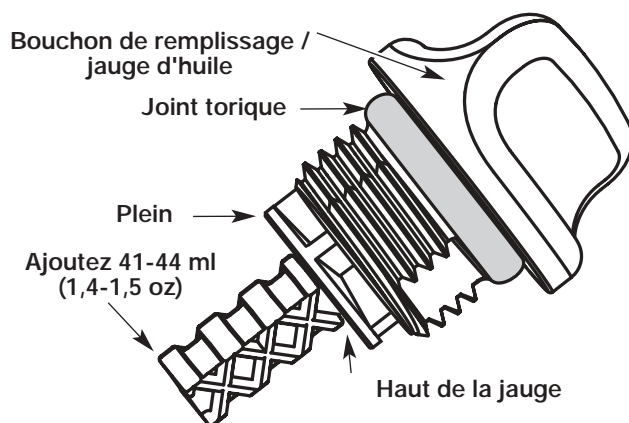
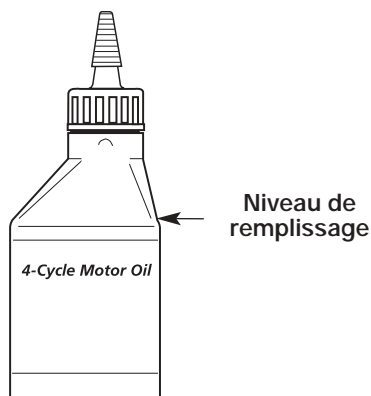

Fig. 18
Fig. 21
5. Retirez le bouchon de remplissage / jauge d'huile et vérifiez le niveau d'huile. L'huile devrait atteindre le haut de la jauge (Fig. 18).
6. Si le niveau est trop bas, ajoutez un peu d'huile par l'orifice et revérifiez (Fig. 18). Continuez jusqu'à ce que le niveau d'huile atteigne le haut de la jauge.
**NOTE :** Mesurez la quantité nécessaire à l'aide de la bouteille et de la buse utilisées lors de la mise en service. 100 ml (3,4 oz) correspond environ au haut de l'étiquette de la bouteille (Fig. 21). Vérifiez le niveau d'huile avec la jauge. S'il est trop bas, ajoutez un peu d'huile par l'orifice et revérifiez (Fig. 18). Ne remplissez pas trop.